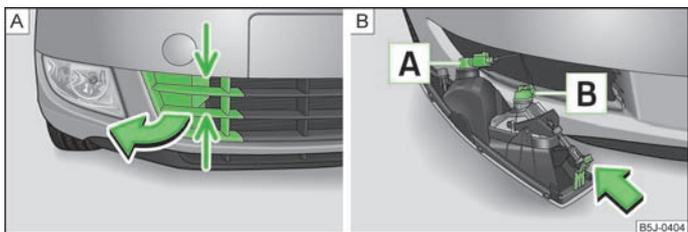

Fig. 147 Pare-chocs avant : Grille de protection/Dépose du phare antibrouillard
Disposition des ampoules » fig. 147.
» Attrapez la grille de protection au niveau des flèches » fig. 147 - **A** et retirez le cache.
- » Passez la main dans l'ouverture de la grille de protection et appuyez dans le sens de la flèche sur l'ergot de retenue » fig. 147 - **B**.